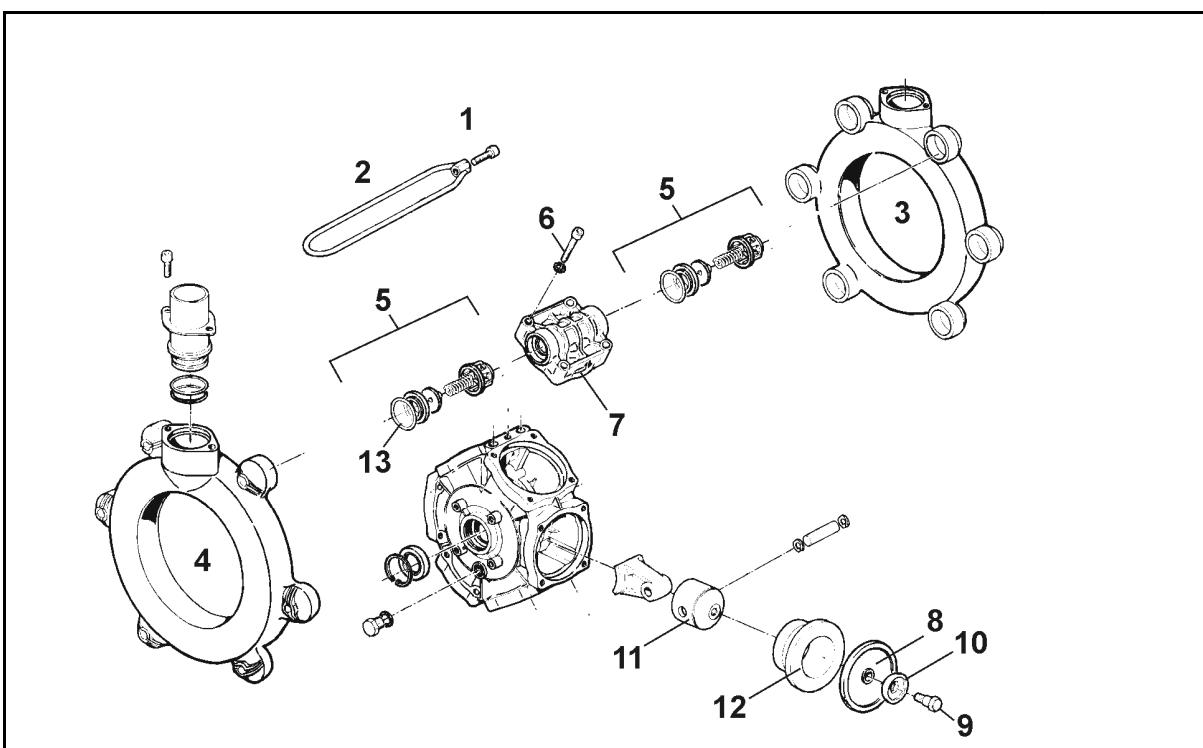

Fig. 160
- Verificați cel puțin anual starea ireproșabilă a membranei pistonului (Fig. 160/8) prin demontare.
- Aveți în vedere poziția de montare a supapelor de aspirare sau presiune, înainte de a scoate grupurile de ventile (Fig. 160/5).
- Înlocuiți în principiu toate membranele pistoanelor (Fig. 160/8), chiar dacă numai o membrană a pistonului este umflată, ruptă sau poroasă.
2. Desfaceți șuruburile (Fig. 160/1) și înlăturați cadrul de strângere (Fig. 160/2).
3. Înlăturați canalele de aspirare și de refulare (Fig. 160/3, Fig. 160/4) inclusiv grupurile de supape (Fig. 160/5).
4. După înlăturarea șuruburilor (Fig. 160/6), scoateți capul cilindrului (Fig. 160/7).
5. Verificați membrana pistonului (Fig. 160/8).
- Fixați membrana pistonului (Fig. 160/8) cu șaiba de susținere și cu șurubul (Fig. 160/11) de pistonul (Fig. 160/9), astfel încât marginea să fie îndreptată spre partea capului cilindrului (Fig. 160/7).
- Strângeți neapărat piulițele (Fig. 160/1,2) cruciș, cu momentul de strângere indicat. Strângerea necorespunzătoare a piulițelor duce la tensionare și astfel la neetanșeitate.
1. Desfaceți șurubul (Fig. 160/11) și scoateți membrana pistonului (Fig. 160/8) împreună cu șaiba de susținere, de pe pistonul (Fig. 160/9).
3. Scoateți cilindrul (Fig. 160/10) din carcasa pompei.
6. Reașezați cilindrul (Fig. 160/10) în carcasa pompei.
7. Montați membrana pistonului (Fig. 160/8).
8. Prindeți în flanșă capul cilindrului (Fig. 160/7) de carcasa pompei și strângeți șuruburile (Fig. 160/6) uniform în cruce. Folosiți la adeziv de putere medie pentru racordurile filetate!
9. După verificare și curățare montați grupurile de supape (Fig. 160/5).
11. Canalul de aspirare (Fig. 160/3) și cel de presiune (Fig. 160/4) se prind cu flanșe de carcasa pompei.
12. Strângeți piulițele (Fig. 160/1,2) cruciș, cu un cuplu de **11 Nm**.